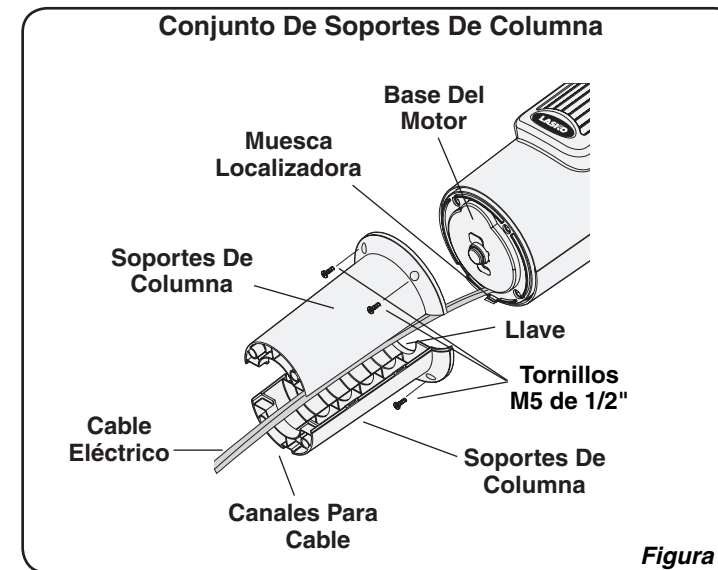

Figura 1
- Localice el **Cable Eléctrico** en la parte inferior del Ventilador. Coloque el **Cable Eléctrico** en los **Canales Para Cable** de los **Soportes De Columna**. Encaje firmemente los **Soportes De Columna** el uno con el otro de modo de formar un **Conjunto De Soportes De Columna**. (Figura 1)
- Una el **Conjunto De Soportes De Columna** a la **Base Del Motor** con (4) **Tornillos M5 de 1/2"** de largo. Cerciórese de alinear la **Llave** del **Conjunto De Soportes De Columna** con la **Muesca Localizadora** de la **Base Del Motor**. (Figura 1)